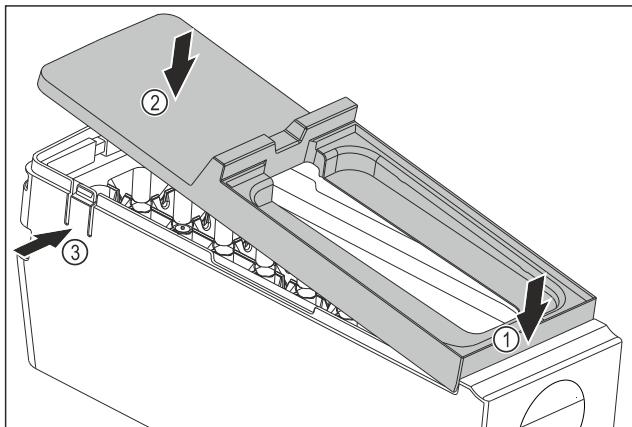

Fig. 120
- Встановіть кришку корпусу EasyTwist-Ice: Прикріпіть кришку спереду. Fig. 120 (1)
- Опустіть кришку ззаду. Fig. 120 (2)
- ▷ Кришка зі звуком фіксується в обох виступах Fig. 120 (3).